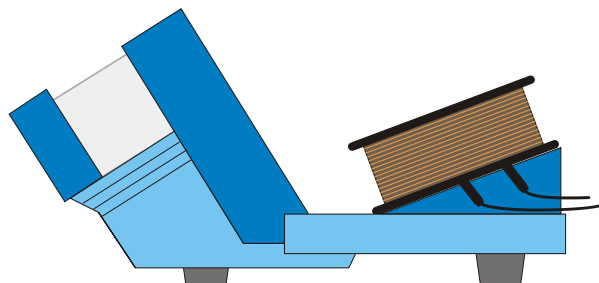

Fig. 3b Montagem da bobina adicional
- Conectar a bobina com os cabos de ensaio (ver fig. 3b).